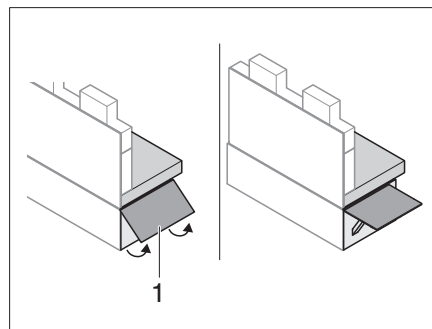

Fig. 147 Desplegar la prolongación del banco de asiento
- Abatir la prolongación del banco de asiento (Fig. 147,1) hacia arriba.
- Introducir la pestaña de desbloqueo y plegar la prolongación del banco de asiento (Fig. 147,1).